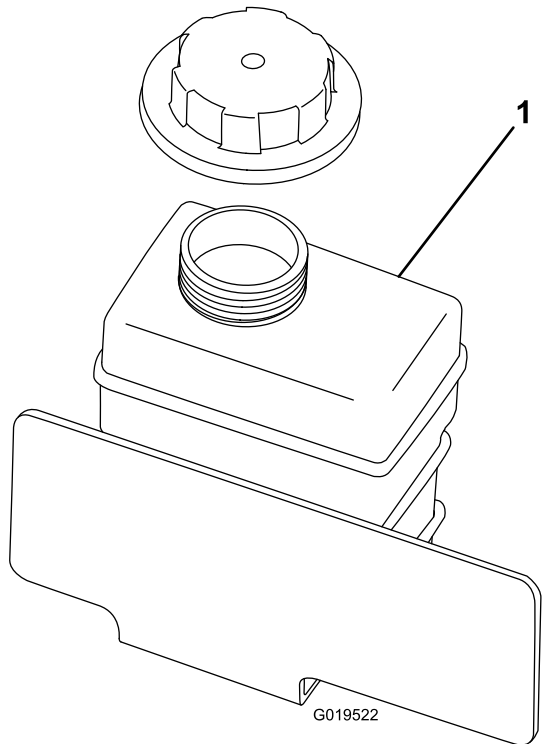

Figura 67
4. Verifique o nível de líquido de arrefecimento no depósito de reserva (Figura 67).